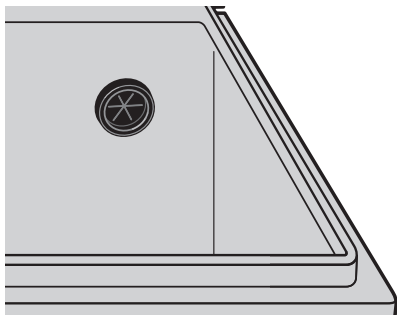

Figura 2
3. Coloque la arandela de goma Power Pass™ desde el interior de la caja y asegúrese de que quede correctamente colocada. **VERIFIQUE QUE NO QUEDEN BORDES METÁLICOS FILOSOS EXPUESTOS** (figura 2).